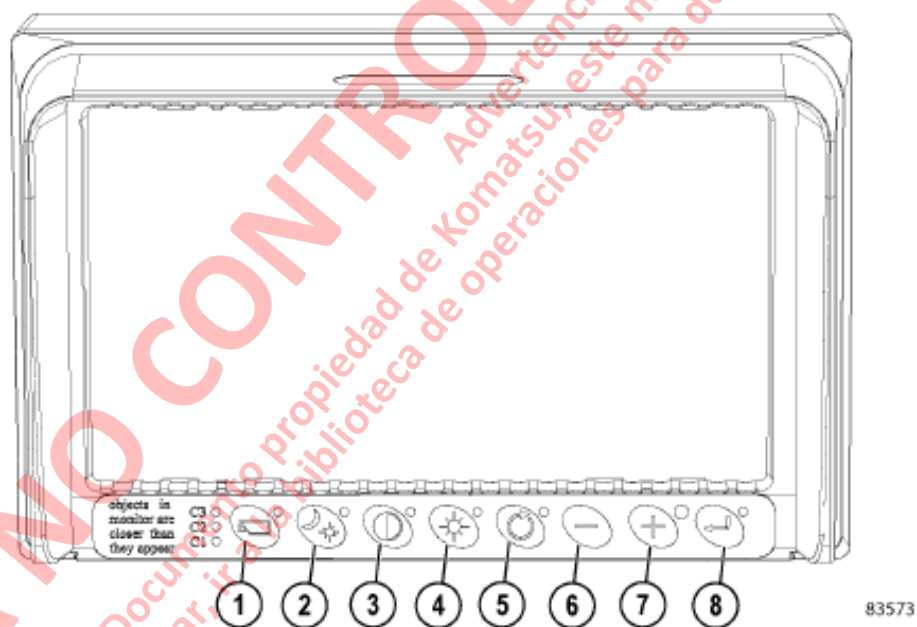

FIGURA 33-5. BOTONES Y MONITOR DE LA CAMARA
El monitor de la cámara dispone de ocho botones para ajustar las configuraciones. Refiérase a la figura 33-5.
Presione una vez el botón (1, figura 33-5). La cámara LED parpadeará, indicando que la anulación manual de la cámara está activa. Utilice los botones "plus" y "minus" para seleccionar la cámara deseada. Presione el botón (1) nuevamente para detener la invalidación manual. La selección manual de la cámara tiene prioridad sobre la función de escaneo y los cables de conmutación.